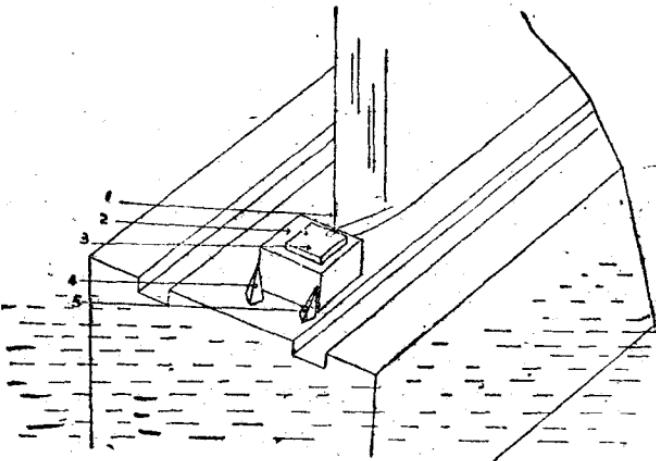

图15 三角砖、鸭嘴砖和大砖头配合使用擡法
(4) 三角砖、鸭嘴砖和大砖头的配合使用法(图15)：配合使用常用于厚玻璃。由于厚玻璃的引上速度很慢，经过冷却器的时间较长，所以玻璃本身的温度下降的很快，在保温方面也需特别加强，才能保持厚玻璃正常引上。因此，必须用三角砖、鸭嘴砖和大砖头的配合使用来解决这一保温的问题。大砖头就是用保温砖作成的，保温力很强，又因它的形状和锁状相仿，周围抱住边根，使冷风不能吹到边根上，上面加上鸭嘴砖将缺口盖严，形成周密的保温设备。